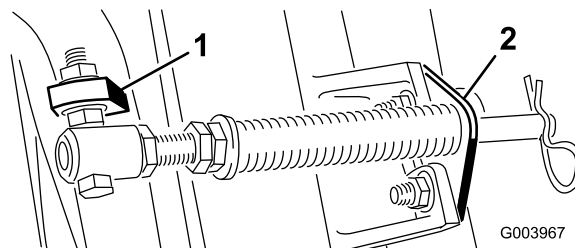

Figura 6
Nota: Posizionate la testa del bullone sul lato esterno dell'aletta, come illustrato nella Figura 6.
- D. Montate la staffa dell'asta sulle alette degli elementi di taglio usando i bulloni a testa tonda e i dadi (Figura 6).